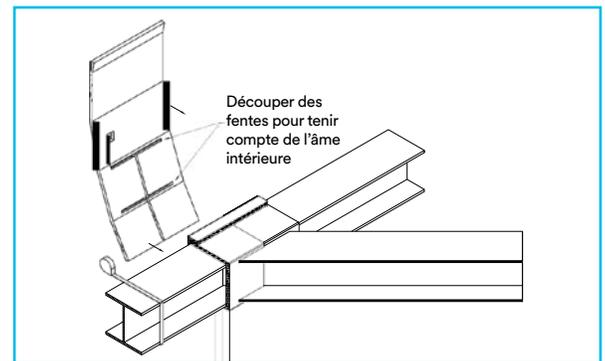

Figure 1
- 1 Commencer avec la course continue de la poutre (poutre horizontale). Mesurer le périmètre de la poutre pour déterminer la longueur de la coupe. Ajouter une longueur supplémentaire afin de permettre le chevauchement et le pliage en angle. Couper l'enveloppe endothermique et la placer sur la poutre horizontale. Aligner l'enveloppe endothermique avec la bride supérieure et inférieure et l'âme des poutres qui s'entrecroisent. Couper et retirer la section de l'enveloppe endothermique entre les marques. Installer l'enveloppe endothermique sur la poutre horizontale (Figure 1), en manipulant les entailles de façon à les placer autour de la poutre qui la croise.